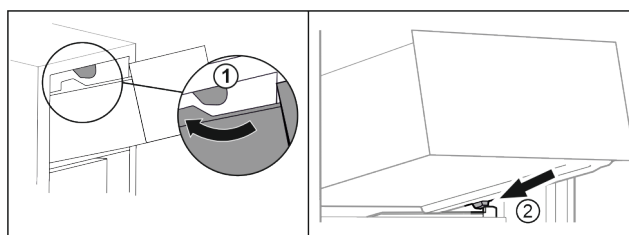

Fig. 74
- ▶ Guider le tiroir en contournant les butées supérieures. Fig. 74 (1)
- ▶ Placer le tiroir, en l'inclinant, derrière les butées inférieures sur la nervure de récipient. Fig. 74 (2)